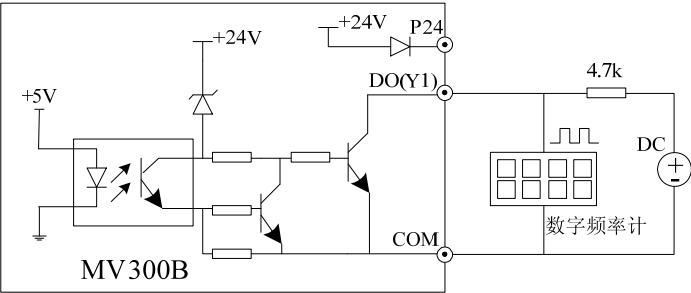

图3-21 输出端子 DO 连接方式 2
4. 数字脉冲频率输出 DO（Y1 端子用作 DO）也可使用外部电源，接线方式请参见图 3-21。